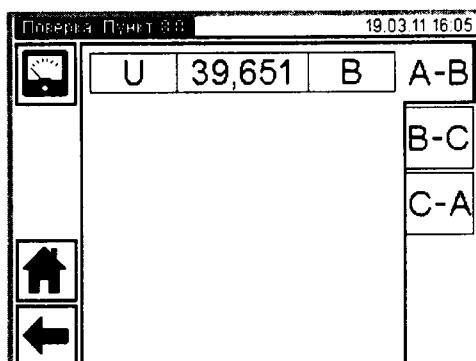

Рисунок 8.15
8.8.7 Выполнить измерение междуфазных напряжений, нажав на кнопку  в окне "Поверка. Пункт 8.8", рисунок 8.15.